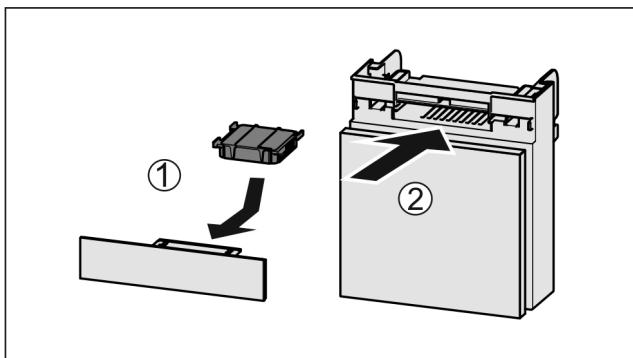

Fig. 56
- ▶ Установите фильтр с активированным углем, как показано на рисунке Fig. 56 (1).
- ▶ Вставьте отделение Fig. 56 (2).